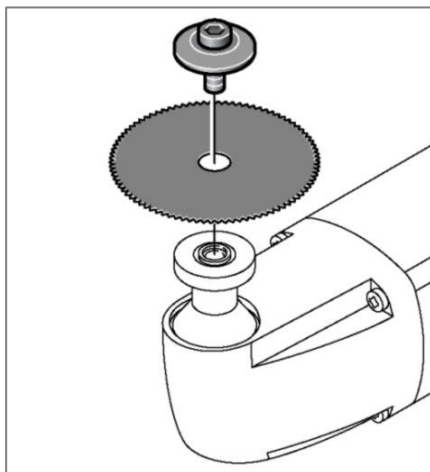

Ilustración 1:
2. Coloque una llave de boca en el árbol de accionamiento detrás de la hoja de la sierra y la segunda delante en el tornillo de sujeción (ver ilustración 1).